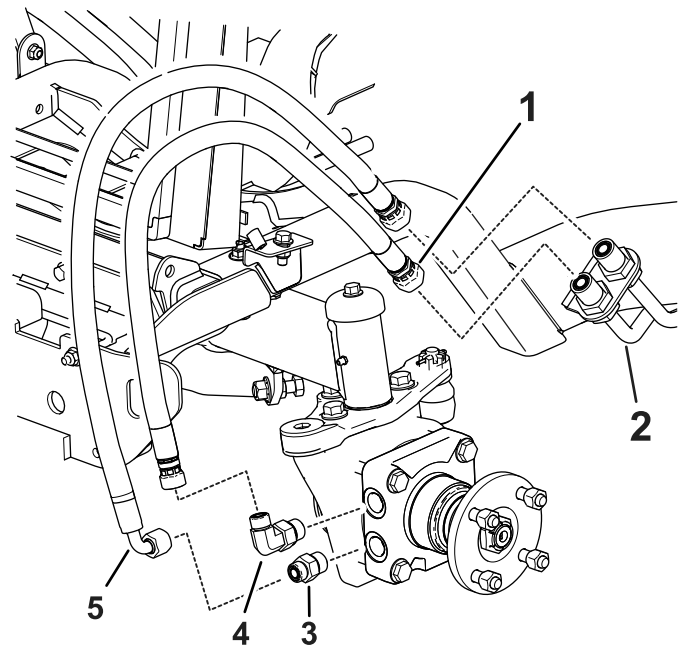

Figuur 3
1. Verwijder de bestaande hydraulische slangen van de hydraulische leidingen aan de voorkant van het wiel en monteer onmiddellijk de doppen op de hydraulische leidingen (Figuur 2 en Figuur 3).